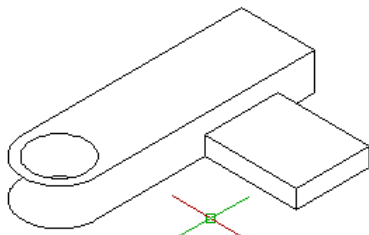

图 8-126 删除不需要的线段部分
(12) 修剪图形与删除操作。选择“修改”→“修剪”菜单命令或单击“修剪”按钮,对图形进行修剪,将被隐藏的部分修剪掉。另外使用“删除(ERASE)”命令将不需要的线段删除。此次修改后的图形如图 8-126 所示。